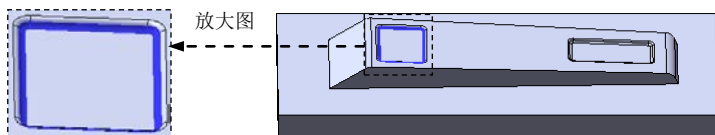

图 12.2.27 圆角 7
Step15. 创建图 12.2.27 所示的圆角 7。
(1) 选择命令。选择下拉菜单 **插入(I)** → **特征(F)** →  **圆角(U)...** 命令 (或单击  按钮), 系统弹出“圆角”对话框。